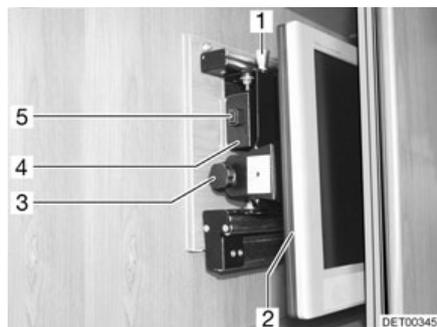

Fig. 90 Armario de TV
- Presionar el botón de desbloqueo (Fig. 90,5) y tirar el soporte para la pantalla plana hacia adelante hasta el tope agarrándolo del tirador (Fig. 90,4).
- Tirar del botón de desbloqueo (Fig. 90,1) y girar la pantalla plana (Fig. 90,2) a la posición deseada.
- Aflojar el tornillo moleteado (Fig. 90,3).